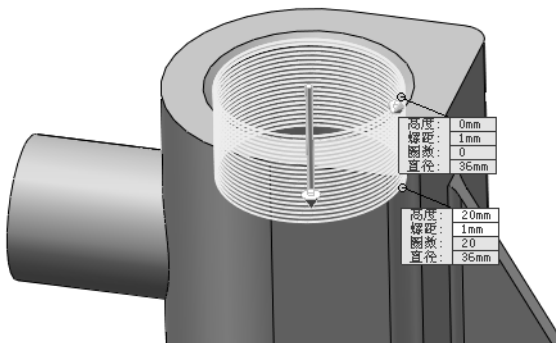

图 12-101 绘制螺旋线
**06** 绘制螺旋线。单击“曲线”工具栏中的“螺旋线/涡状线”按钮，此时系统弹出“螺旋线/涡状线”属性管理器。设置“定义方式”为“高度和螺距”，选择“恒定螺距”单选按钮，输入高度为 20mm，螺距为 1mm，勾选“反向”复选框，输入起始角度为 0.00 度，然后单击属性管理器中的“确定”按钮，结果如图 12-101 所示。